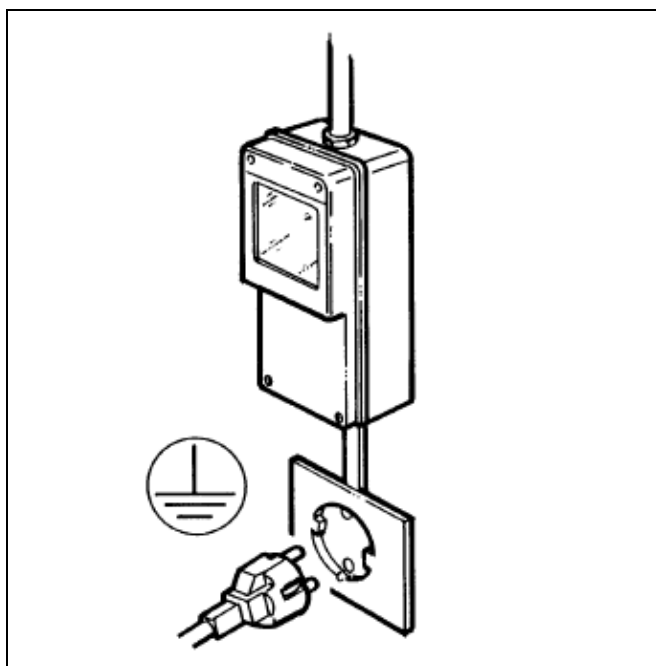

Fig. 8
**- Accertarsi che il collegamento sia effettuato ad un impianto dotato di un efficace messa a terra come previsto dalle vigenti normative di sicurezza (fig.8).**